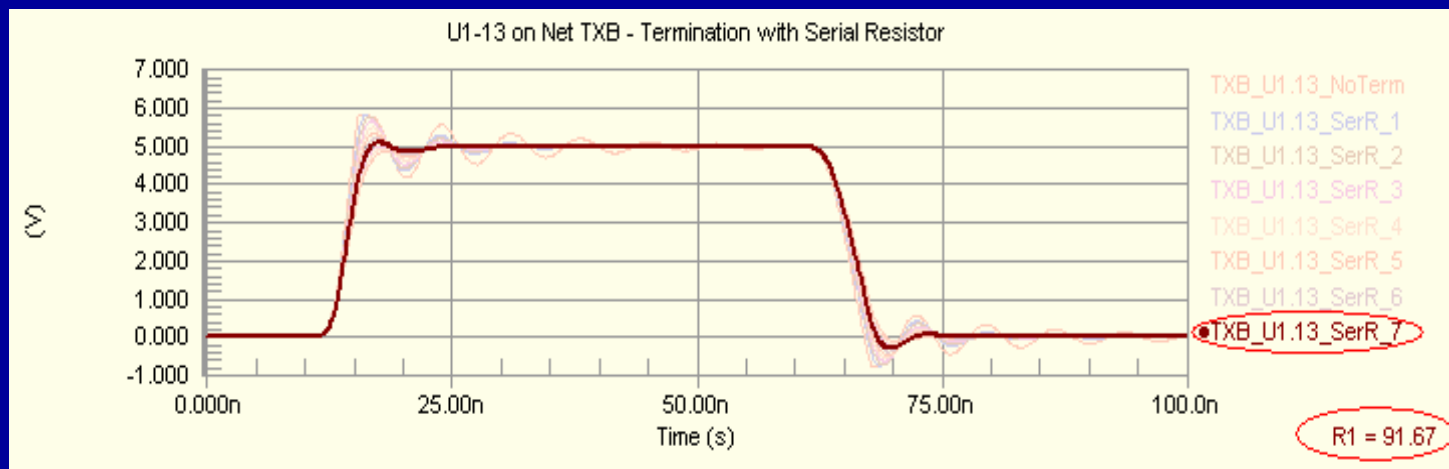

图17
- 六、返回到图11所示的界面下，窗口右侧给出了几种端接的策略来减小反射所带来的影响，选择Serial Res如图18所示，将最小值和最大值分别设置为25和125，选中Perform Sweep选项，在Sweep steps选项中填入10，然后，选择Reflections...，将会得到如图19所示的分析波形。选择一个满足需求的波形，能够看到此波形所对应的阻值如图17，最后根据此阻值选择一个比较合适的电阻串接在PCB中相应的网络上即可。